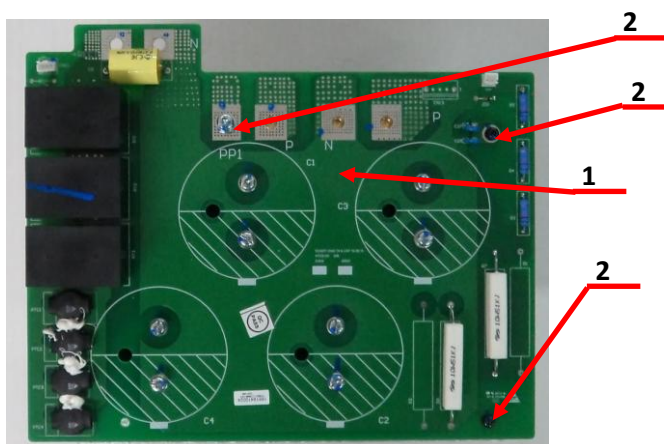

Рис.7.8
- 7.2.4.2. Установить плату конденсаторов поз.1 над конденсаторами и вкрутить винты поз.2 примерно на на 3/4 их длины, чтобы остался небольшой люфт платы (рисунок 7.8).